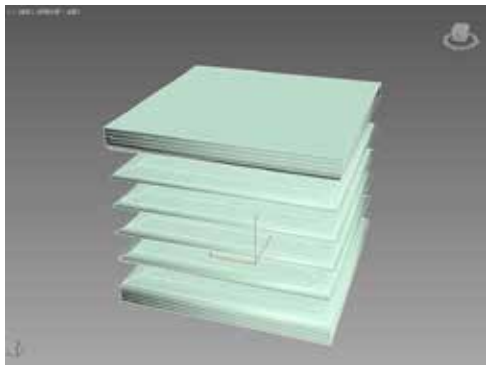

图 2-105 长方体软管形状
STEP 03 在软管“参数”卷展栏的“软管形状”选项组中可以设置软管的形状，单击“长方体软管”单选按钮，软管将更改成长方体形状，如图 2-105 所示。